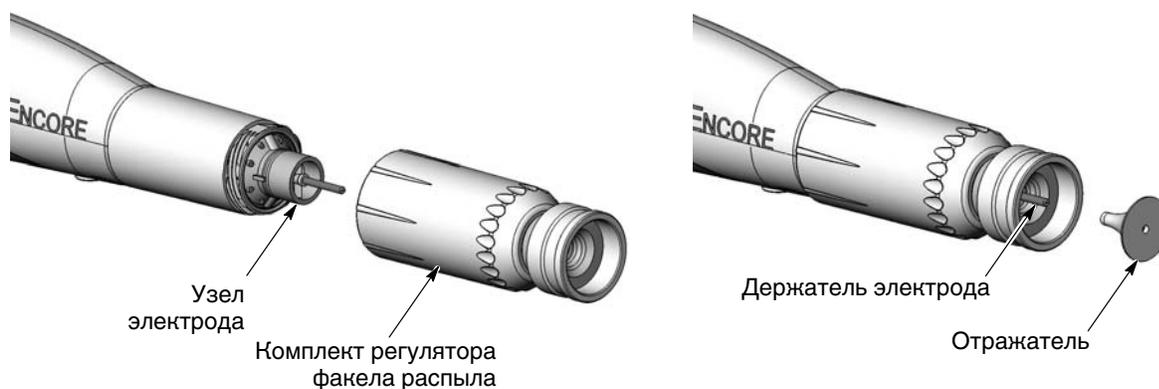

Рис. 4-9 Монтаж комплекта регулятора факела распыла
3. См. рис. 4-9. Поставить интегрированную коническую форсунку на узел электрода и затянуть пальцами гайку форсунки по часовой стрелке.